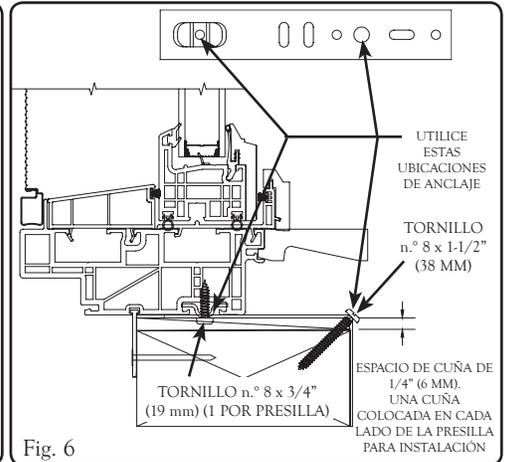

Fig. 6
**Consulte la Fig. 6.** Vuelva a verificar la unidad para asegurarse de que el antepecho esté recto y nivelado. Aplome las jambas laterales y nivele la jamba horizontal. Coloque cuñas a ambos lados de cada presilla para instalación a fin de impedir que el bastidor se curve. Comenzando por una esquina superior interior, doble las presillas en el bastidor de la abertura rústica y sujete con tornillos de cabeza plana n.º 8 x 1-1/2" (38 mm) Phillips. Continúe alrededor del perímetro y asegúrese de que las jambas estén rectas y la unidad esté en escuadra.